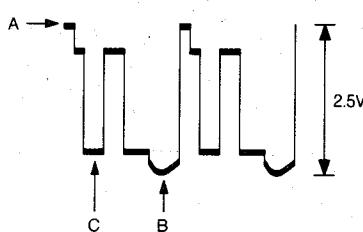

Fig. 2
- Kontrasteinsteller so einstellen, dass der Pegel an Punkt A in Abb. 2 1,5 Volt ist.
- Den Helligkeitseinsteller so einstellen, dass an Punkt B in Abb. 2 ein Pegel von -1 Volt steht.
- Die Farbsättigung so einstellen, bis der Pegel an Punkt C in Abb. 2 einen Pegel von -0,5 Volt hat.